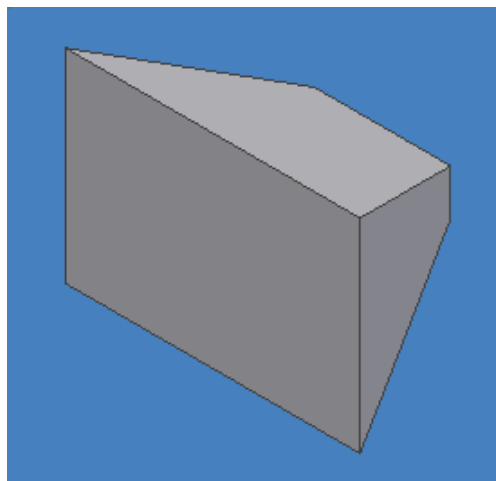

Figura 3.50 Barrido de un rectángulo a un ángulo de 45°.
- Seleccione el comando SWEEP e indique el boceto y el PATH (camino), diríjase a la pestaña MORE (más) e introduzca un ángulo para el barrido por ejemplo 25 grados, se generara un barrido como el de la figura 3.50.